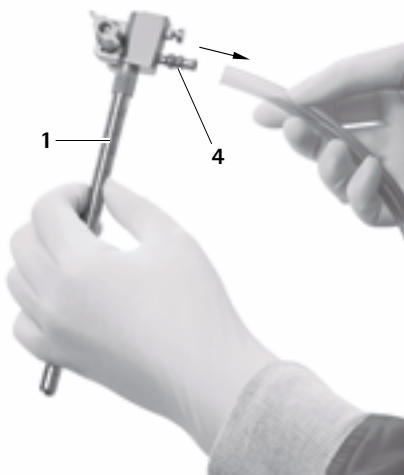

Fig. 12
- Lossa slangen från spolningsanslutningen **4**, se Fig. 12.